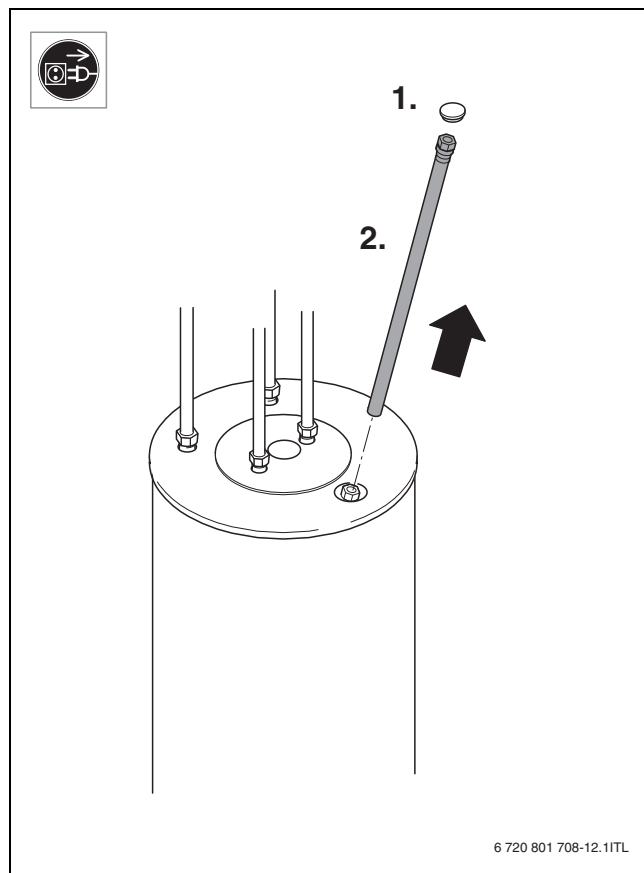

Fig. 17
- ▶ Демонтируйте и проверьте магниевый анод (→ рис. 17 - 20, стр. 54).